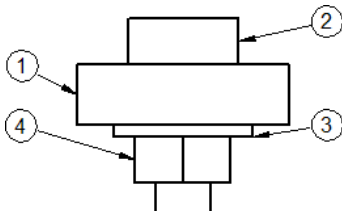

图 8.10.2 创建符号标注
下面标注图 8.10.2 所示的符号标注，操作过程如下：
Step5. 放置其他标注符号。参照上一步详细过程, 标注其他标注符号, 结果如图 8.10.2 所示。